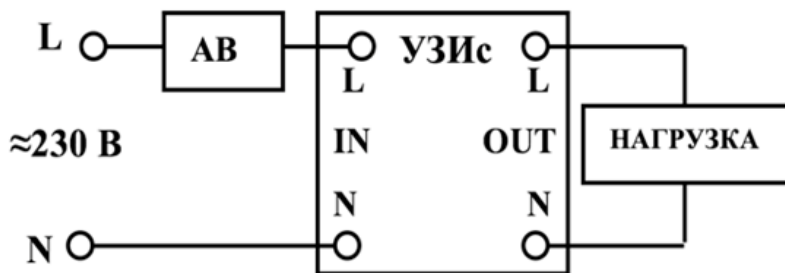

Рис. 3.1. Подключение УЗИс с автоматическим выключателем (АВ)
3.2.2.3. При отсутствии Автоматического выключателя (АВ), защищающего от сверхтоков короткого замыкания с номинальным током, не превышающим номинальный ток УЗИС, установить такой АВ на входе УЗИС (рис. 3.1).